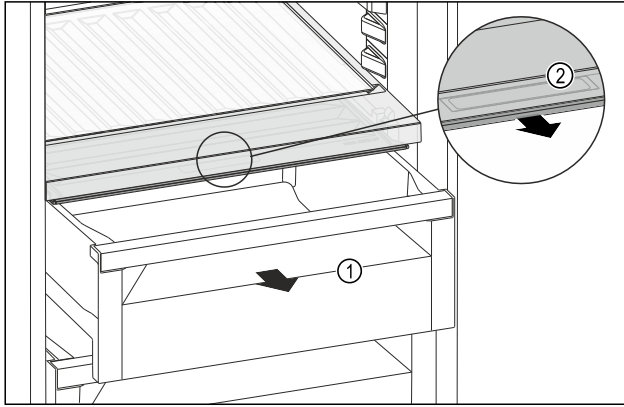

Fig. 148
- Schubfach Fig. 148 (1) herausziehen.
- Griffmulde Fig. 148 (2) am Fachdeckel anfassen und Fachdeckel gleichzeitig nach vorne ziehen.